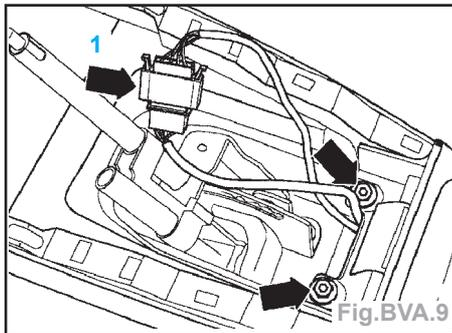

Fig. BVA.9
- Extraire la réglette d'union située sous la moquette et débrancher la connexion électrique pour l'électro-aimant de blocage (flèche 1) (Fig.BVA.9).
- Brancher la connexion pour l'électro-aimant sur la réglette d'union (flèche 1) et introduire le câble et la réglette sous la moquette (Fig. BVA.9).